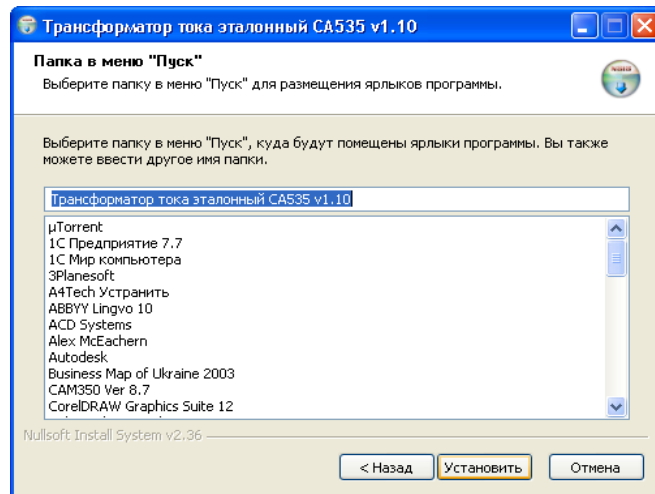

Рисунок 7.9
3) Определить место размещения ярлыков устанавливаемой программы, для чего в окне "Папка" в меню "Пуск" (рисунок 7.9) либо согласиться с местом, предлагаемым по умолчанию, либо выбрать другой вари-